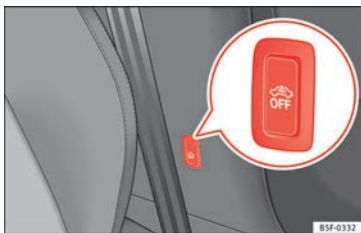

Abb. 52 Taste für Innenraumüberwachung
- Um die Innenraumüberwachung auszuschalten, schalten Sie die Zündung aus und drücken Sie die Taste » Abb. 52. Die Kontrollleuchte in der Taste leuchtet.